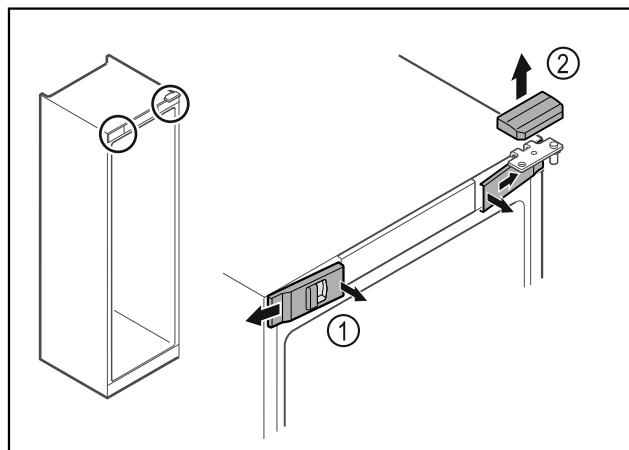

Fig. 7
- Disinnestare le coperture anteriori Fig. 7 (1) dall'interno ed estrarle lateralmente.
- Rimuovere la copertura superiore Fig. 7 (2) sollevandola verso l'alto.